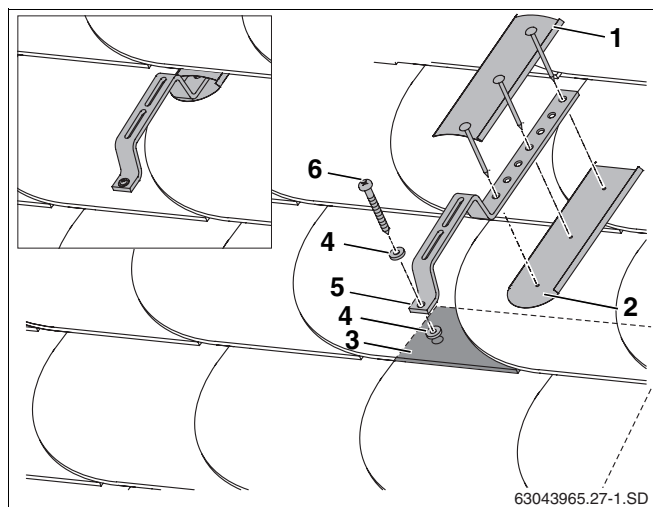

Fig. 26 Montaggio su tetto coperto con ardesia/scandole
Viene mostrato a titolo di esempio il montaggio di un gancio da tetto particolare e la copertura a tenuta stagna con lamiere predisposte da parte del committente (fig. 26, **pos. 1 e 2**) sulla base di una copertura con scandole/ardesia.
- Montare i ganci da tetto particolari (fig. 26, **pos. 5**) e la guarnizione (fig. 26, **pos. 4**) con la vite (fig. 26, **pos. 6**) sulla copertura di ardesia/scandole.
- Per assicurare un montaggio a tenuta stagna, montare delle lamiere (fig. 26, **pos. 1, 2**), messe a disposizione dal committente, sopra e sotto i ganci da tetto particolari.
Il gancio da tetto particolare deve appoggiare anteriormente su una copertura multistrato (fig. 26, **pos. 3**).